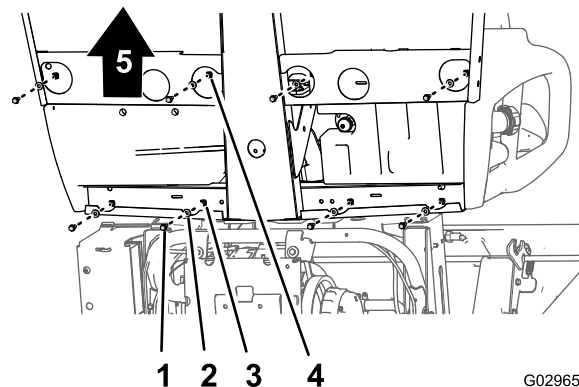
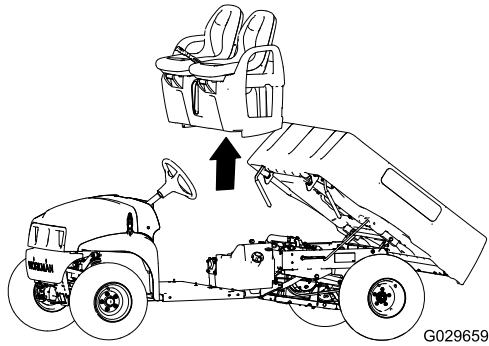

Figure 51
Figure 52
- Au bas de la machine, retirez les 8 boulons à embase et les 8 rondelles qui fixent la base des sièges au plancher et au profilé arrière de la cabine (Figure 51).
2. Déposez les sièges, la base et les câbles de frein de stationnement de la machine (Figure 51) avec précaution.
1. Soulevez les sièges et sa base sur la machine et alignez les câbles de frein avec le châssis (Figure 51 et Figure 52).
2. Alignez les trous dans la base des sièges et les trous dans le plancher et le profilé arrière de la cabine (Figure 51 et Figure 52).